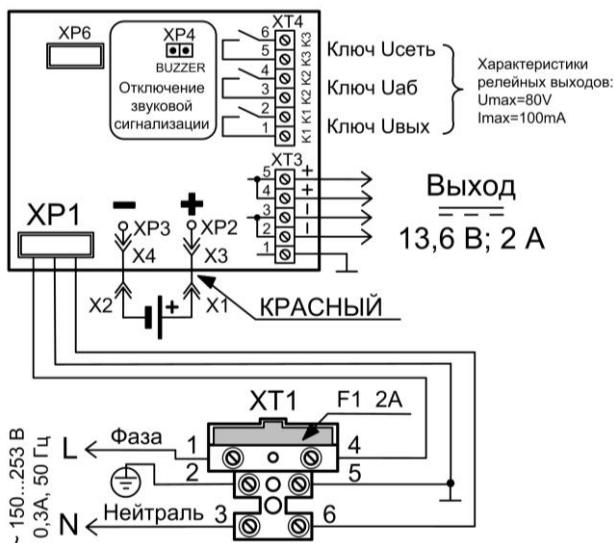

Рисунок 1 Схема подключения РИП
1.2.15 РИП обеспечивает возможность отключения звуковой сигнализации путём снятия переключки с разъёма ХР4 (расположение разъёма показано на Рис. 1.).
ВНИМАНИЕ! При подключении внешнего питающего напряжения 220 В к сетевой колодке необходимо соблюдать правильность подключения проводов «фаза» и «нейтраль». Подключение производить в соответствии с рисунком, расположенным на внутренней стороне корпуса или в соответствии с Рис. 1 данной этикетки.
- в) подключить нагрузку к выходной клеммной колодке, соблюдая полярность (ХТ3/2,3 – «-», ХТ3/4,5 – «+»), см. Рис. 1).
ж) При необходимости организации дистанционной сигнализации наличия сетевого напряжения, выходного напряжения и напряжения батареи подключить выходы оптореле К1, К2 и К3 к шлейфам сигнализации приборов согласно Рис. 1. Состояния цепей оптореле приведены в Таблице 1.